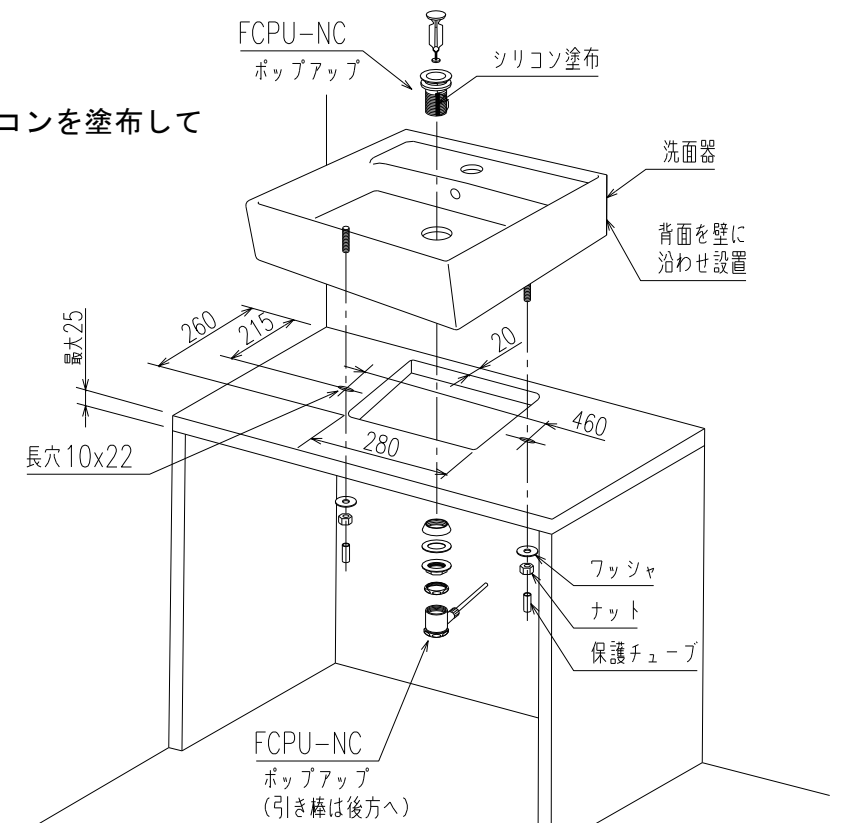

図7
- 2) ボードに排水口用の逃げ穴を図7の様に開け、前項でTボルトセットの取り付けした洗面器の背面を壁に沿わせ据え付けます。
- 3) ポップアップ（FCPU-NC）を図7のように排水口へ組付けます。